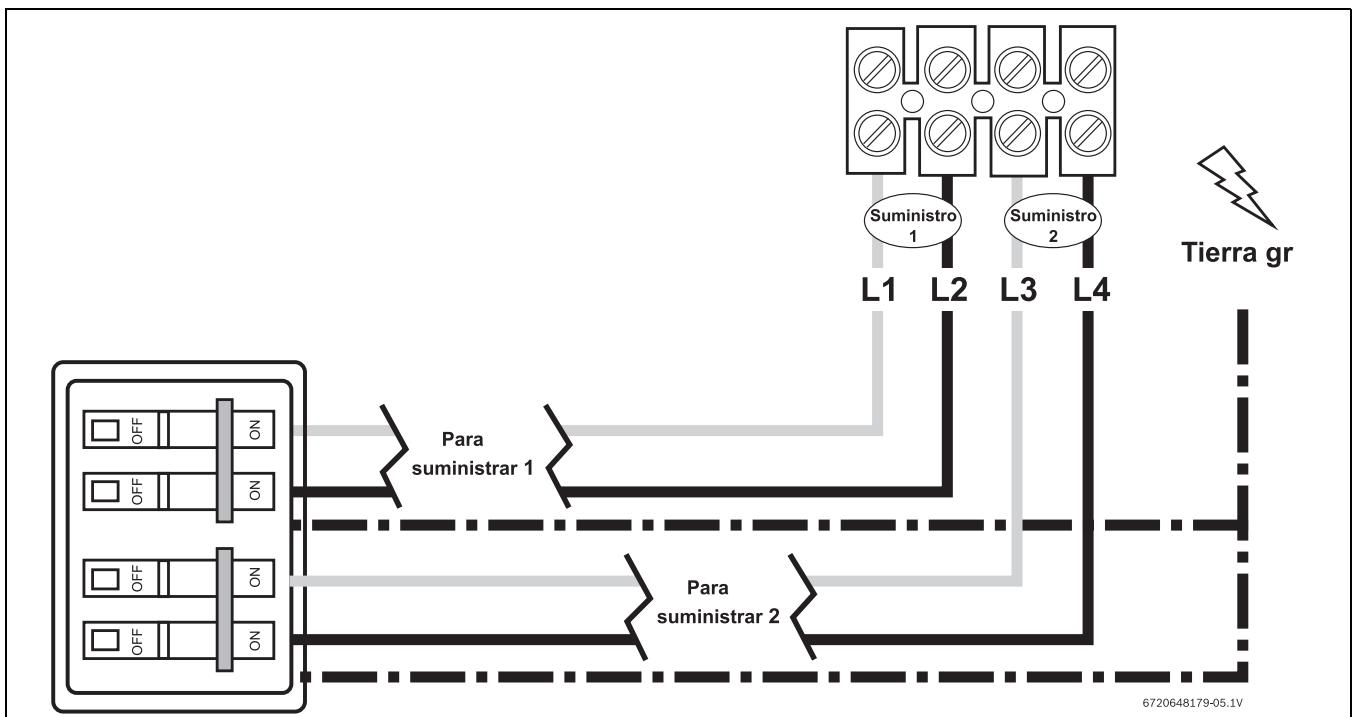

Fig. 7 AE115 conexión de la placa terminal (para EE.UU.)
- Pele el aislamiento de los cables de alimentación aproximadamente ½ pulgada. Conecte los cables con corriente a las terminales marcadas "L1" y "L2." Hay dos pares de cables con corriente en los pares AE115 y tres de cables con corriente en la AE125. (Vea la Fig. 7 y Fig. 8, page 15).
- Cualquier aislamiento de los cables de tierra debe ser pelado alrededor de ¾ de pulgada. Los conductores de tierra deben estar conectados a la terminal de poste con la marca "GR". (Vea la Fig. 7 y Fig. 8, page 15).